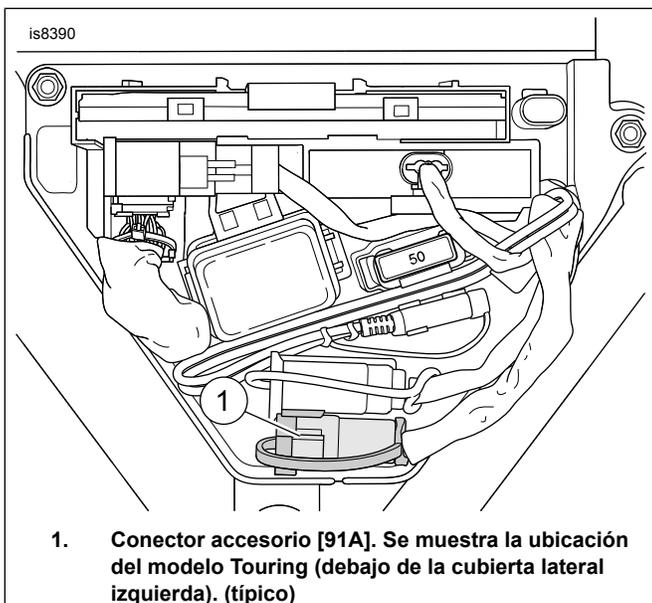

Figura 2. Conector de accesorios
9. Vea Tabla 1 y Figura 2. Coloque el conector de enlace de datos/accesorio [91A].